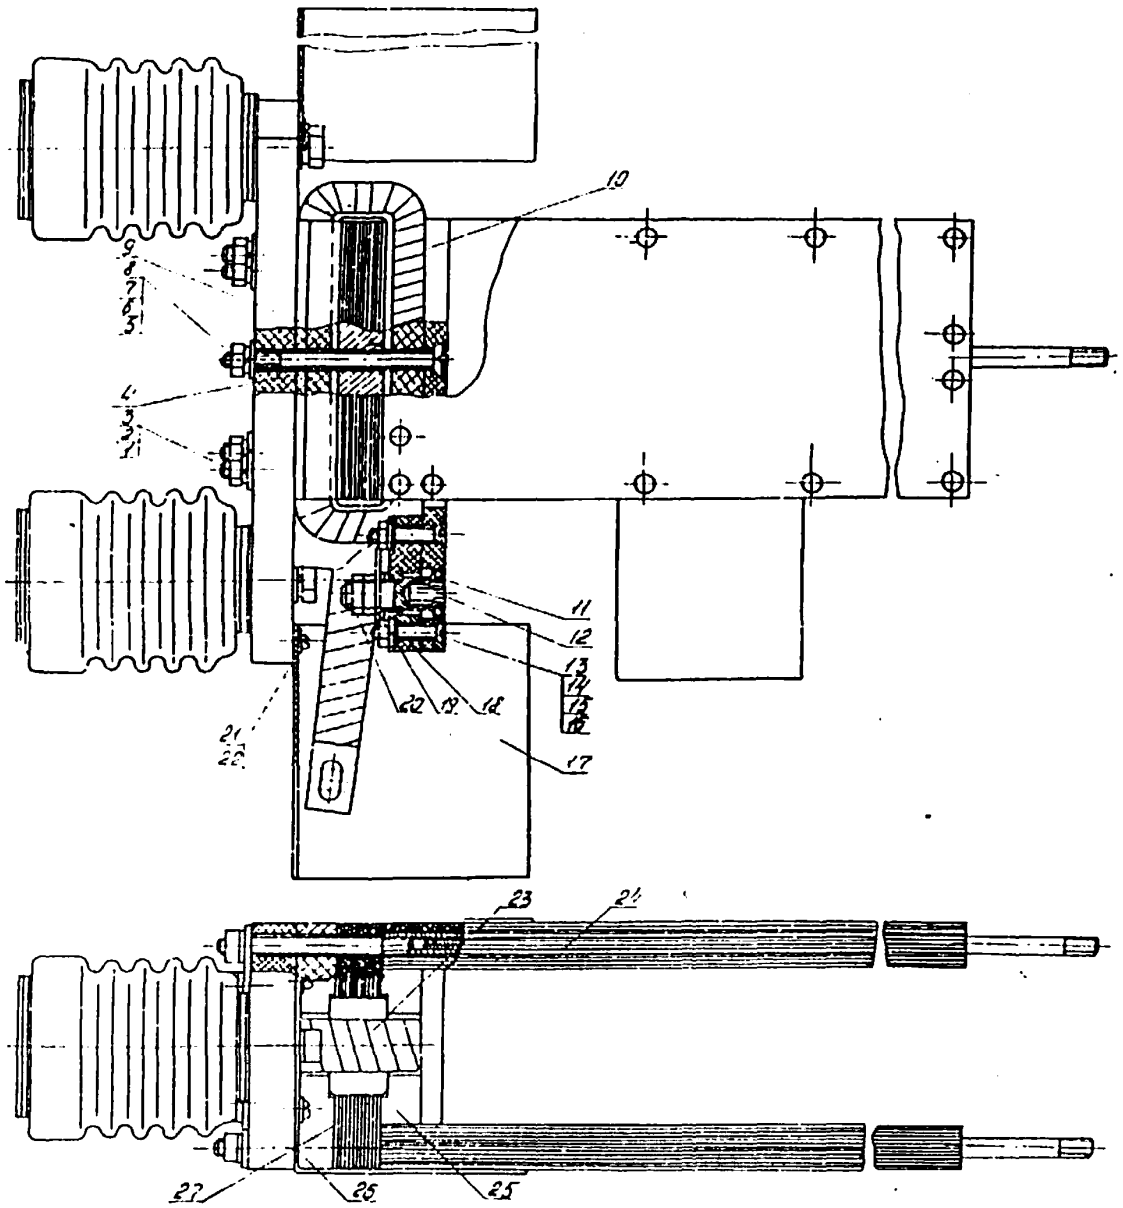

Рис. 7. Электромагнит:
- 06.1. Вывинтить винты 2I (рис.7) и снять козырек I7.